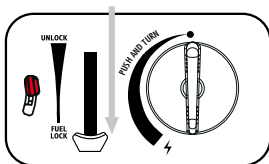
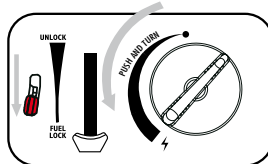

fig. 3
fig. 4
3. Appuyez sur le levier de la cartouche (6) vers le bas (fig.3) et fermez le couvercle de la cartouche.
4. Si vous entendez un sifflement, c'est que la cartouche n'a pas été correctement mise en place. N'essayez pas d'allumer l'appareil, mais placez le levier (6) en position "Déverrouillage" et répétez les étapes (1-4).
5. Appuyez sur le levier de débit de gaz (fig.4) pour libérer le gaz.
6. Tourner le bouton (8) à fond vers la position d'allumage jusqu'à ce qu'il s'enclenche. (fig.4) Répéter cette opération jusqu'à ce que le brûleur s'allume.
7. Ne jamais mettre le levier de la cartouche (6) en position "UNLOCK" pendant l'utilisation !